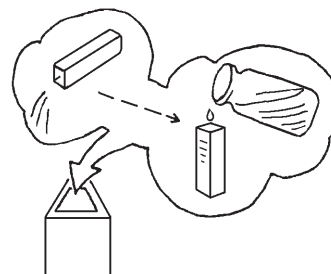

図4
4. R-2試薬投入約3分後、ゼロ合わせで使用したセルの検水をすて、発色した検水をよく攪拌し、その一部をセルに移しかえてセルホルダー等にセットする。(図4)
2. 新たに検水25mLを蓋付き容器に採り、R-1、R-2試薬を加える。(図4)